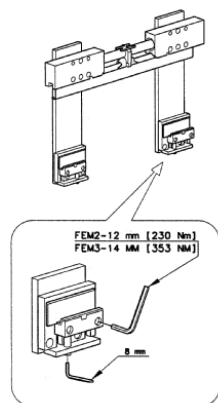

Abb.02
b) Lockern Sie Schrauben der unteren Knagge (siehe **Abb.02**), sodass sich die Knaggen vollständig senken, danach entfernen Sie das Feststellplättchen der Feststellvorrichtung **C**.